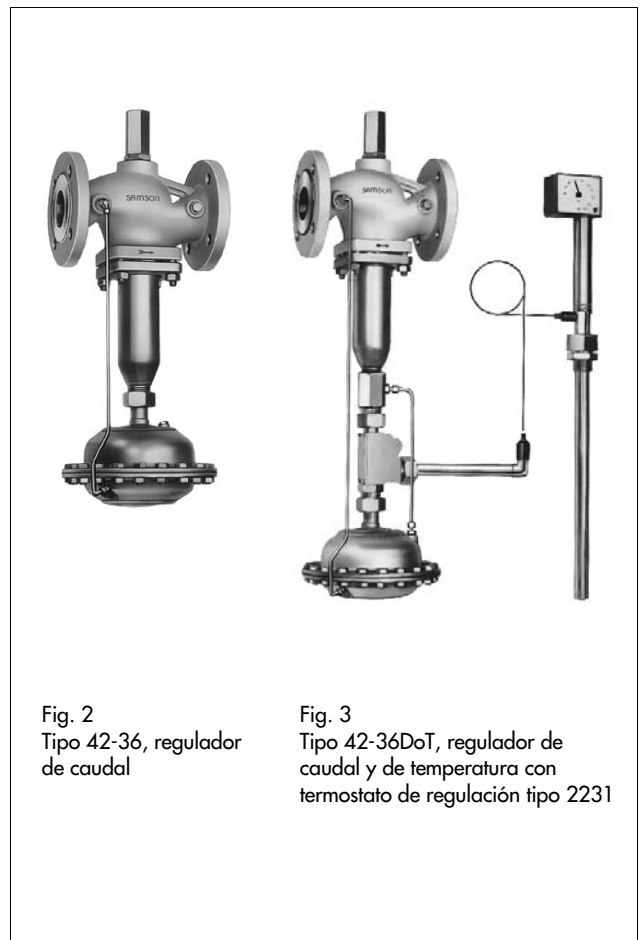

Fig. 2
**Tipo 42-36** (Fig. 2) · Regulador para DN 15 hasta 250\*, compuesto de accionamiento tipo 2426 y válvula tipo 2423 con estrangulación para el ajuste del valor consigna del caudal. Los márgenes de valor consigna (caudal de agua en m3/h) indicados en los datos técnicos están referidos a un valor final de presión diferencial activa de 0,2 ó 0,5 bar. La presión diferencial en la válvula no debe ser inferior a 0,5 ó 1 bar.